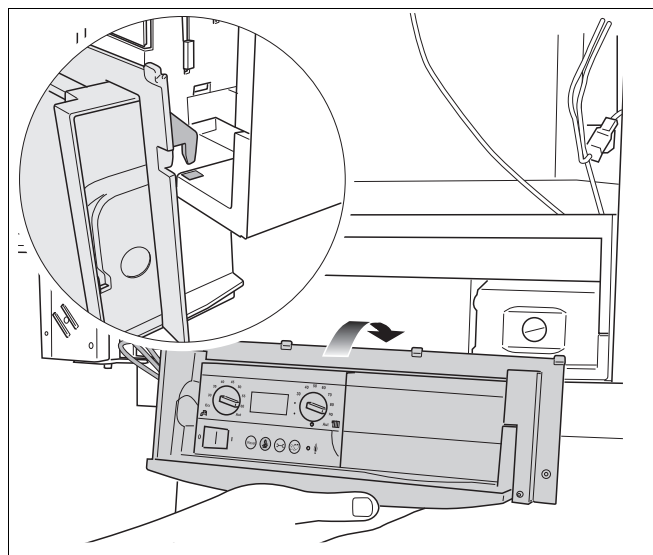

Рис. 119 Навешивание панели управления на раму котла
- Повесить панель управления на 2 крючка на отопительном котле (рис. 119).